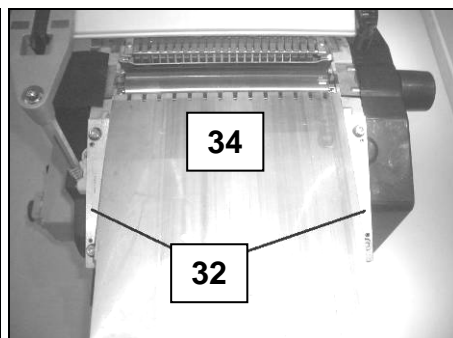

Fig 27
- Positionnez la table d'entrée (34), remettez en place et revissez les plaques de serrage (32) (Fig 27).
**Attention:** la table doit pouvoir coulisser dans la glissière. Pour ce faire, serrez à fond chaque vis 6 pans (31), puis dévissez-les d'un quart de tour.